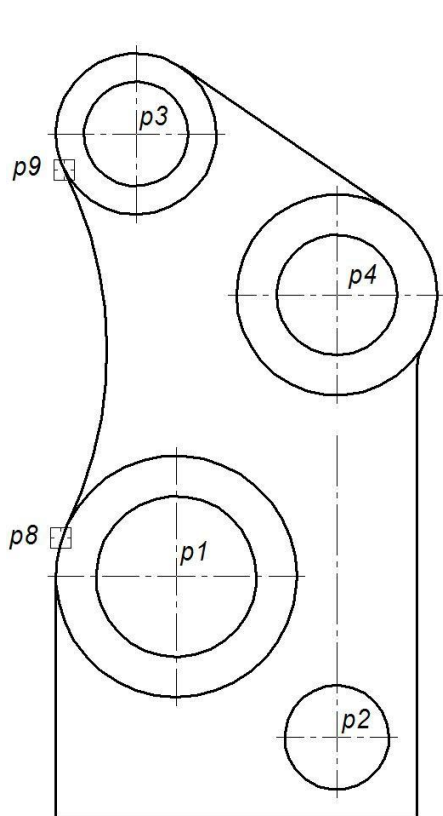

рис. 6
11. Выбрать команду **Скругление**, задать на Панели свойств **Радиус скругления** 100 мм, а также режимы **Не усекать первый элемент** и **Не усекать второй элемент**. Последовательно указать мишенью точки **p8** и **p9** (рис. 6), находящиеся на внешних окружностях с центрами в точках **p1** и **p3**.
Результат выполнения команды **Скругление** приведен на рис. 6.
12. Выбрать команду **Усечь кривую**. Удалить лишние участки наружных окружностей с центрами в точках **p3**, **p4** и **p1** (рис. 6). Для этого последовательно указать мишенью на удаляемые участки, расположенные между контуром детали и осевыми линиями.